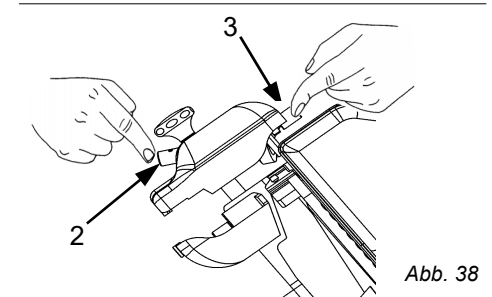

Abb. 38
- gleichzeitig, für 1-2 Sek., die Druckknöpfe 2 und 3 drücken und beide gleichzeitig wieder loslassen (Abb. 38);